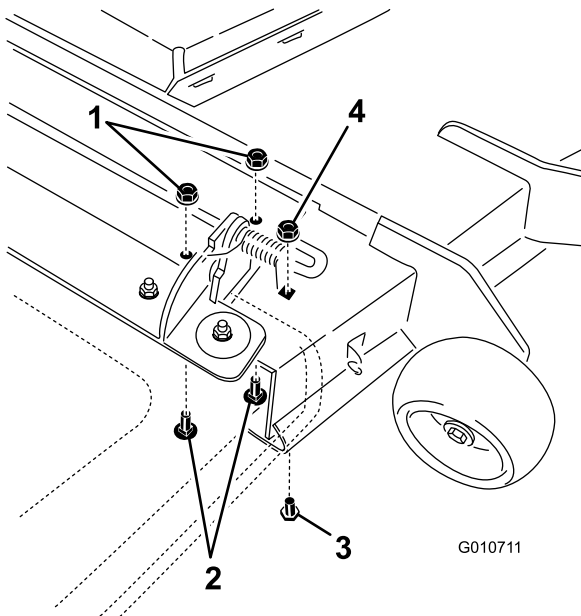

Figura 2
8. Retire el juego delantero de pernos de cuello cuadrado y contratuercas que sujetan el extremo delantero de la placa de descarga a la plataforma (Figura 2). Retire el perno y la contratuerca que tapan el taladro de la plataforma que está justo por delante de la placa de descarga. Guarde los herrajes para su uso futuro.